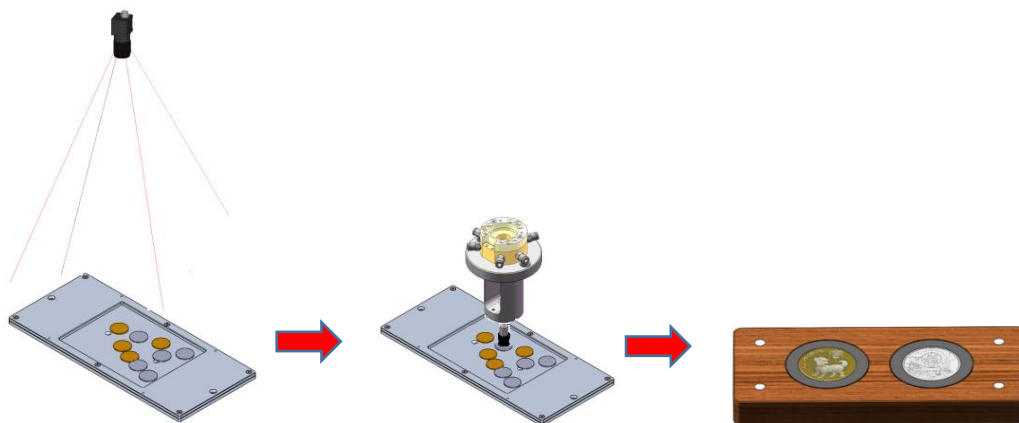

图 3-5 纪念币随机摆放示意图
- (5) 机器人从供料模块抓取包装盒, 并放置到装配平台。
- (6) 机器人实现包装盒底盖分离。
- (7) 机器人将双吸盘夹具放回夹具库。
- (8) 机器人抓取单吸盘夹具。
- (9) 控制视觉拍照。
- (10) 准确抓取随机摆放的 2 个纪念币 (第一次抓鼠, 第二次抓牛), 并放置到包装盒中 (如图 3-5 所示)。
- (11) 机器人将盒盖装配到盒底, 完成包装任务。